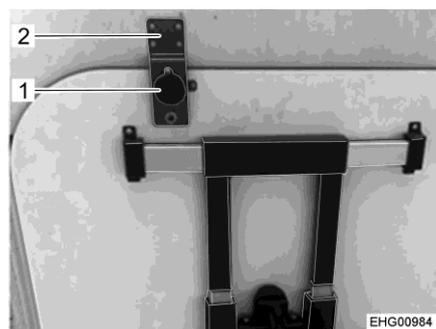

Fig. 39 Plateau de table (dans sa fixation)
- Pousser le plateau de table dans sa fixation (Fig. 39,2) derrière le siège conducteur jusqu'à ce que le bouton de blocage (Fig. 39,1) s'enclenche.
- Tirer sur le bouton de blocage (Fig. 39,1). Le verrouillage a lieu.
- Retirer le plateau de sa fixation (Fig. 39,2).